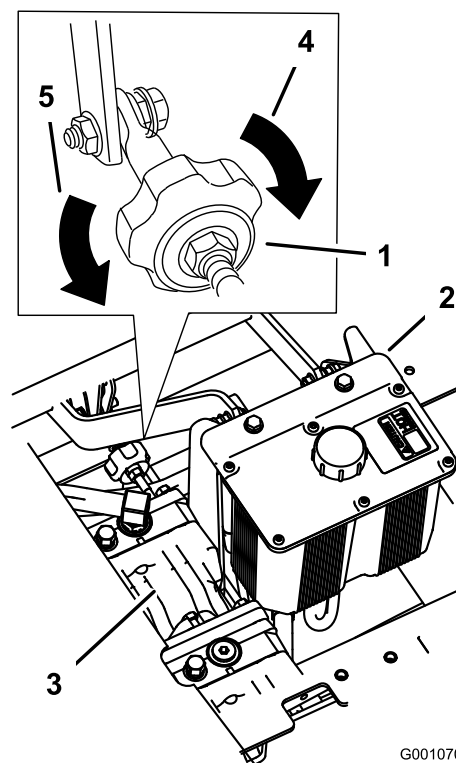

Figura 49
4. Per dirigere la macchina verso destra, girate la manopola verso il lato destro della macchina. Vedere Figura 49.
5. Per dirigere la macchina verso sinistra, girate la manopola verso il lato sinistro della macchina. Vedere Figura 49.